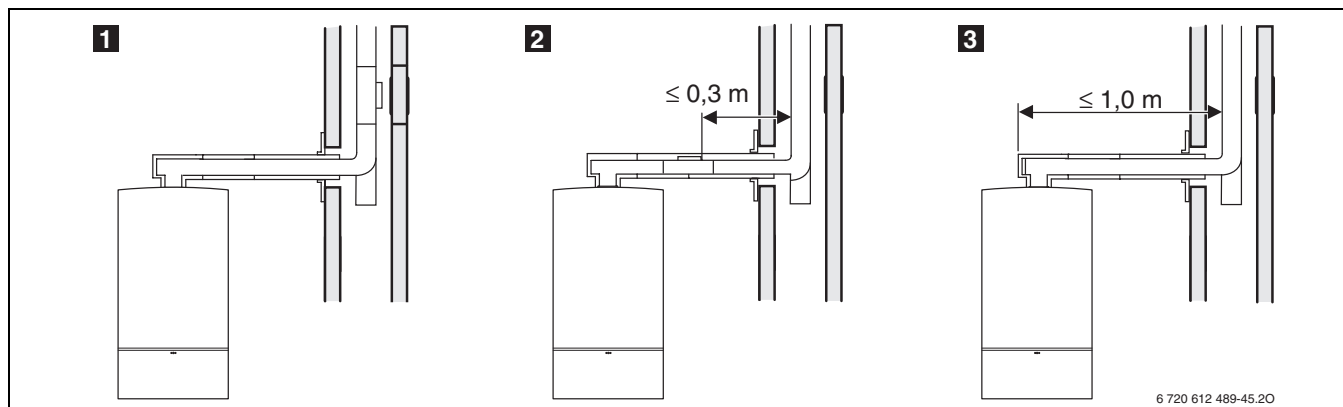

Рис. 100
**1** на вертикальном участке дымовой трубы сразу над входом соединительного участка (рис. 100),
**2** сбоку на соединительном участке на расстоянии не более 0,3 м от поворота на вертикальный участок дымовой трубы (рис. 100),
**3** на торцевой части соединительного участка на расстоянии не более 0,3 м от поворота на вертикальный участок дымовой трубы (рис. 100).